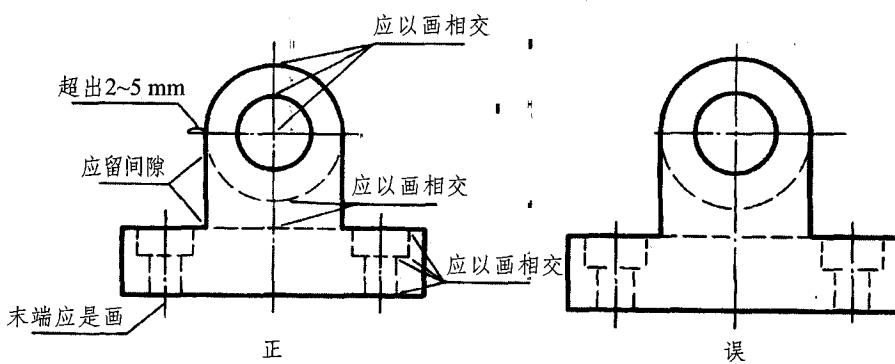

图 1-21
(3)图线相交时,都应以画相交,而不应该是点或间隔,如图 1-21 所示。
(4)当虚线与其它图线共线时,中间应留有间隔,如图 1-21 所示。
(5)点画线之间是“短画”,不是点。实际绘图时,“短画”不能出现在首末端,且点画线的两端应超出轮廓线 2~5 mm,如图 1-21 所示。
(6)画圆的中心线时,圆心应是画的交点,如图 1-21 所示。当圆的直径小于 12 mm 时,允许用细实线代替点画线。